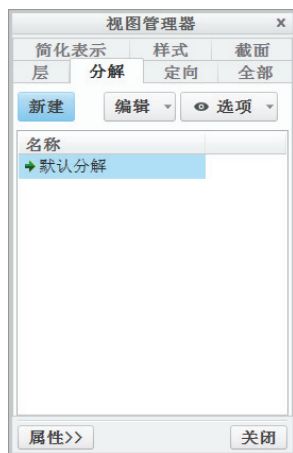

图 10-87 “视图管理器”对话框
2) 在“图形”工具栏中单击  (视图管理器) 按钮,或者在功能区的“视图”选项卡的“模型显示”组中单击“管理视图”→  (视图管理器) 按钮,打开“视图管理器”对话框,切换到“分解”选项卡,如图 10-87 所示。